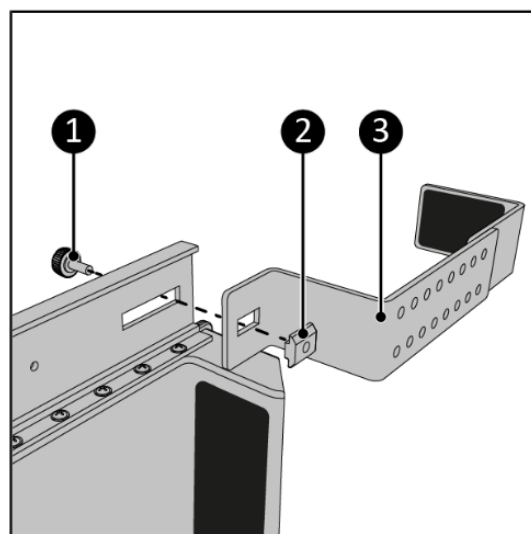

Figura 27.
7. Înșurubați piulița culisantă(**7**)(Imagine 27, poz. 2) la șina principală în poziție frontală (Figura 27, poz. 3). Asigurați-vă că șurubul cu aripă (Figura 27, Poz. 1) este atașat la piulița glisantă.